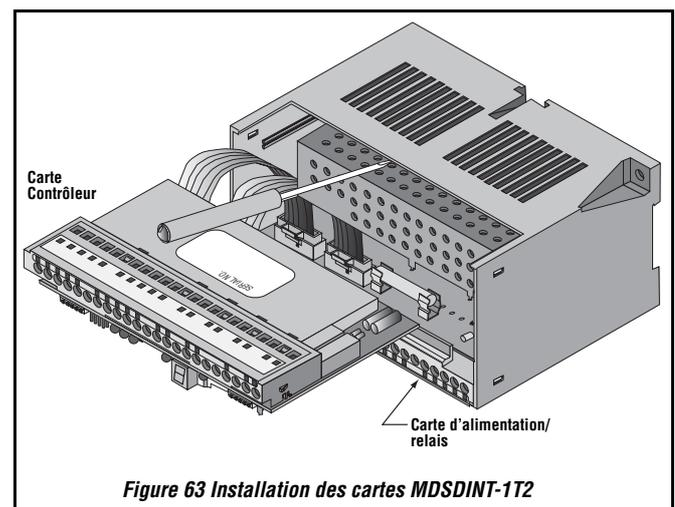

Figure 63 Installation des cartes MSDINT-1T2
- 7) En vous référant à Figure 63 en page 70, débrancher les 2 câbles plats des connecteurs de la *carte d'alimentation/relais*.
- 13) En vous référant à Figure 63 en page 70, enfiler une *carte contrôleur* d'origine ou de remplacement (selon le cas) entre les guides en vérifiant que la carte est bien enfilée dans les côtés du boîtier.